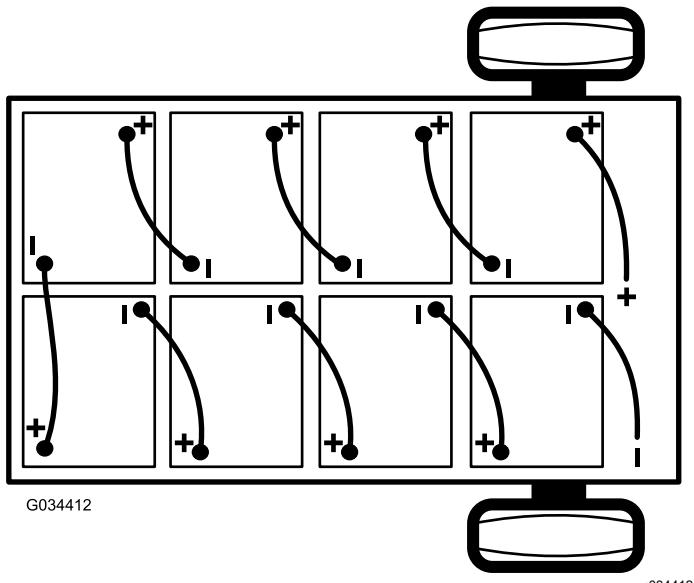

Bild 42
2. Schließen Sie das Hauptminuskabel (schwarz) ab, mit dem die Batterien an der Erdungsstelle der Maschine angeschlossen sind (Bild 42).
- Schließen Sie das Hauptpluskabel (rot) der Batterie ab, mit dem die Bank der Batterien am Hauptanschluss der Maschine angeschlossen ist (Bild 42).
Hinweis: Achten Sie auf die Batteriepolarität, wenn Sie neue Batterien einsetzen (Bild 42).
- Schließen Sie die Batterien mit den Batterieverbindungskabeln, die Sie in Schritt 1 entfernt haben, zusammen, wie in Bild 42 abgebildet.
- Schließen Sie das Hauptpluskabel (rot) der Batterie zwischen der Bank der Batterien und der Maschine an (Bild 42).
- Schließen Sie das Hauptminuskabel (schwarz) zwischen den Batterien und der Maschine an (Bild 42).